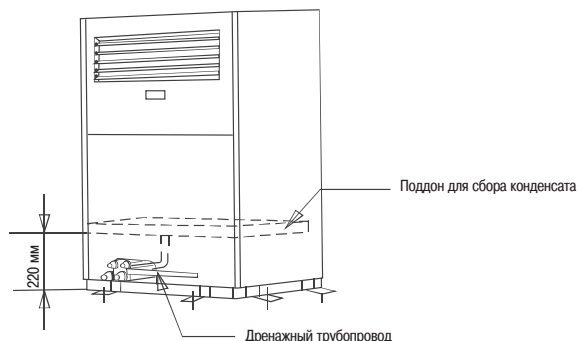

Рис. 7-1
- Дренаж осуществляется самотеком. Проверьте, что высота дренажного трубопровода нигде не превышает высоты поддона для сбора конденсата (см. рисунок 7-1).